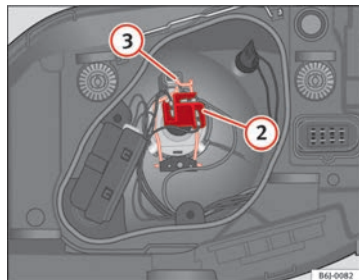

Fig. 154 Feu de croisement/de route projecteur simple
- Retirez le connecteur ⇒ fig. 154 ② de l'ampoule.
- Décrochez le ressort entrebâilleur ⇒ fig. 154 ③ en le pressant vers l'intérieur et vers la droite.